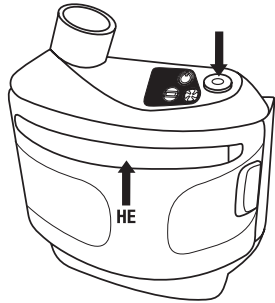

Fig. 11
- L'étiquette du filtre à haute efficacité doit être visible à travers la fenêtre de visualisation du protège-filtre (Fig. 11).
Pour mettre le souffleur à moteur TR-300 sous tension, appuyer sur le bouton de mise sous tension (Fig. 11) situé sur le dessus du souffleur à moteur. Le respirateur procède à un autodiagnostic. À ce moment, les voyants DEL vert – sous tension (Fig. 12-1), ambre – pile faible (Fig. 12-2 et rouge – faible débit d'air (Fig. 12-3) clignotent deux à trois fois et les alarmes sonores se font entendre. Pour mettre le souffleur à moteur hors tension, appuyer sur le bouton de mise sous tension et le maintenir enfoncé pendant deux secondes.
- S'assurer que le filtre à haute efficacité est bien installé dans le respirateur d'épuration d'air propulsé et que le verrou du protège-filtre est bien enclenché, conformément aux présentes *directives d'utilisation*. L'étiquette du filtre à haute efficacité doit être visible à travers la fenêtre de visualisation du protège-filtre (Fig. 11). Pour l'entreposage, le filtre à haute efficacité peut demeurer dans le souffleur à moteur.